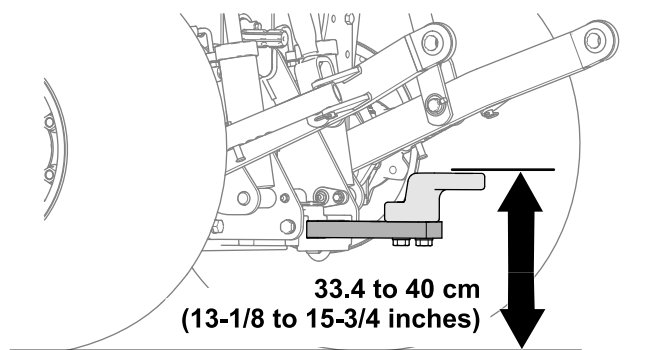

Figure 27
- Hauteur de travail : 33,4 à 40 cm ; voir la Figure 27.